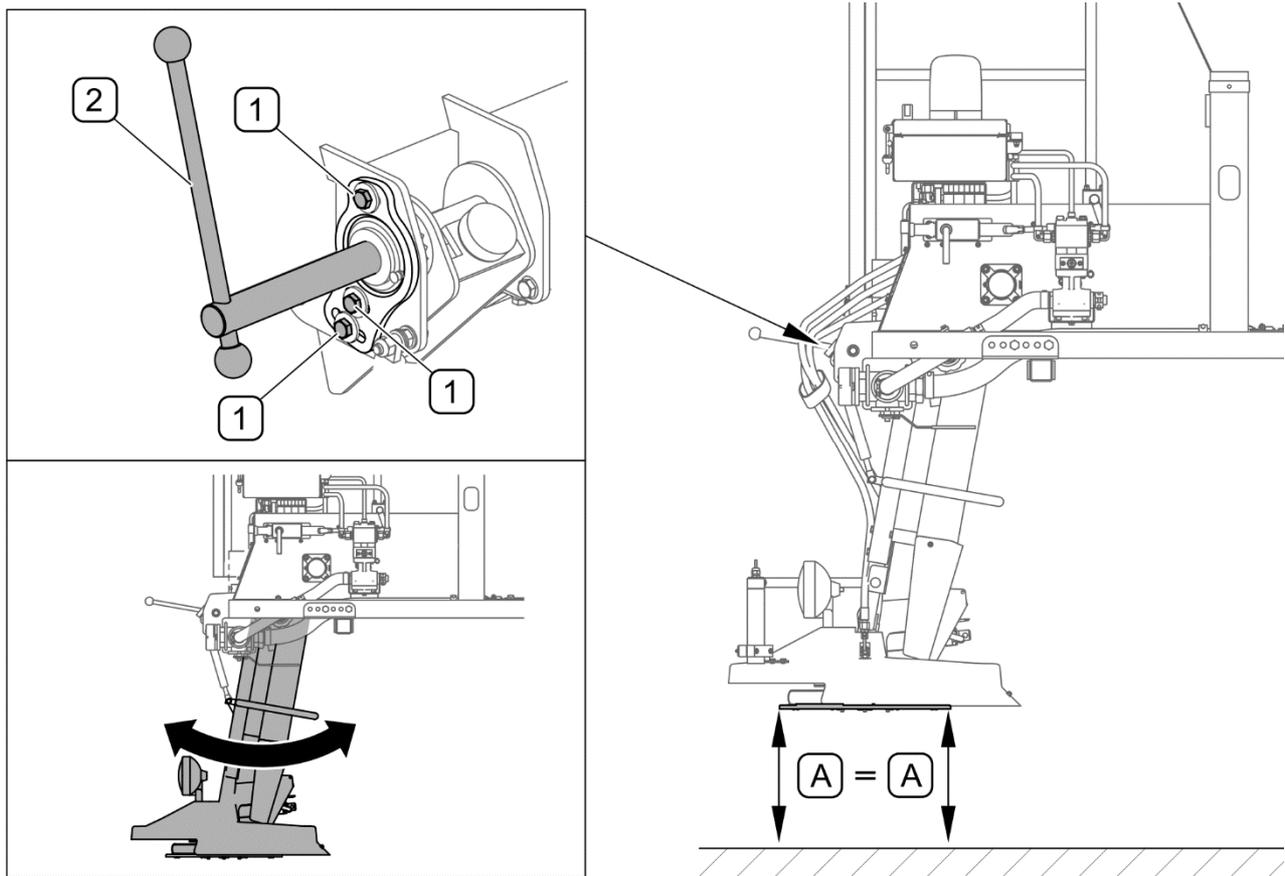

ABBILDUNG 4.11 Ausrichten des Streutellers
(1) - Schraube M10x35; (2) - Klemmschraube
Während des Betriebs muss der Streuteller waagrecht ausgerichtet sein. Um die Ausrichtung zu prüfen, muss der Abstand des Streutellers vom Boden an den beiden äußeren Punkten (A) gemessen werden. Die Abstände müssen identisch sein (ABBILDUNG 4.11). Im entgegengesetzten Fall muss die Einstellung wie folgt durchgeführt werden:
- Prüfen, ob die Klemmschraube (2) festgezogen ist.
- Die drei Schrauben (1) lösen.
- Durch Verschieben des Streumechanismus nach vorne oder hinten den Streuteller so einstellen, dass der Abstand (A) identisch ist.
- Die Schrauben (1) festziehen.